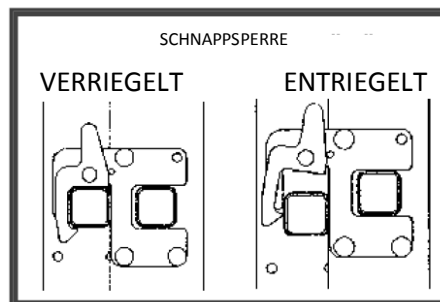

Abb. 6
- Entriegelte Schnappsperrre (Abb. 6) freigeben. Vom Mittelteil ein schmales Teil in der Solllänge ausschieben. Den Haken des schmalen Teiles auf die Sprosse des Mittelteiles einhaken und die Schnappsperrre verriegeln (Abb. 6).
c) Entriegelte Schnappsperr (Abb. 6) freigeben. Von unterem Teil das Mittelteil in der Solllänge ausschieben. Den Haken des Mittelteiles auf die Sprosse des unteren Teiles einhaken und die Schnappsperr verriegeln (Abb. 6).
b) Das schmale Teil in die Solllänge ausschieben, die Schnappsperr des schmalen Teiles verriegeln (Abb. 6).
b) Schnappsperr des schmalen Teiles (Abb. 6) entriegeln, das Teil aus dem Zusammenbau entnehmen und zur Seite legen.